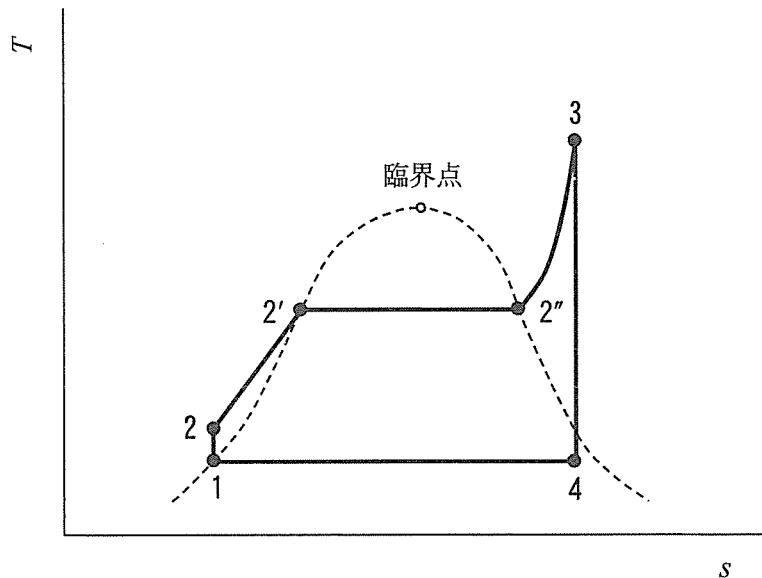

図1 $T-s$ 線図
(1) 図1に、ある理論サイクルの $T-s$ 線図を示す。
1) 図1のサイクルは サイクルと呼ばれる。
2) 図1中、状態点1の作動流体は の出口にある。この作動流体は、 を用いて に送られる。 では、燃料の燃焼により外部から作動流体に熱が供給されて、状態点3の状態になる。状態点3の作動流体は に送られ、外部に仕事を発生する。
3) 図1において、状態点3~4の変化と状態点1~2の変化は等エントロピー変化である。また、状態点2~3の変化と状態点4~1の変化は 変化である。状態点1の作動流体は の状態であるが、状態点3の作動流体は の状態になる。